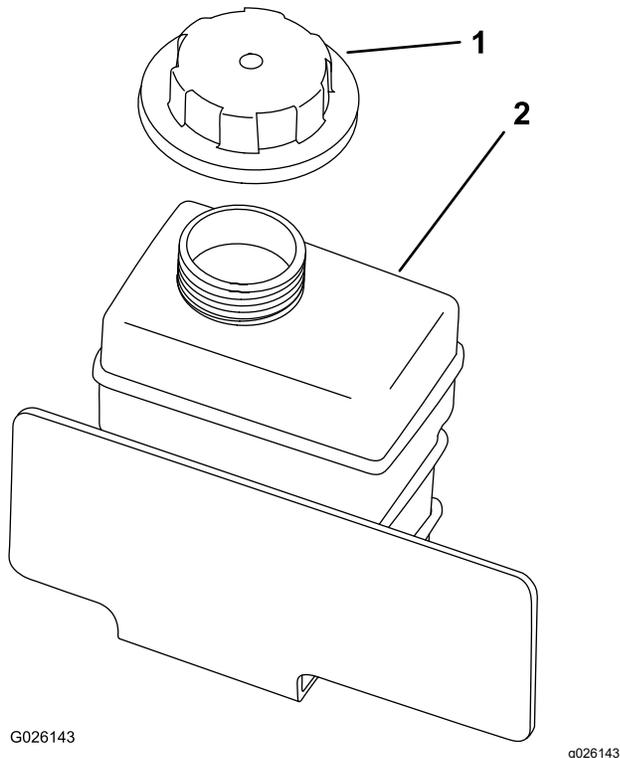

Figura 52
4. Controllate il livello del refrigerante nel serbatoio di riserva (Figura 52).